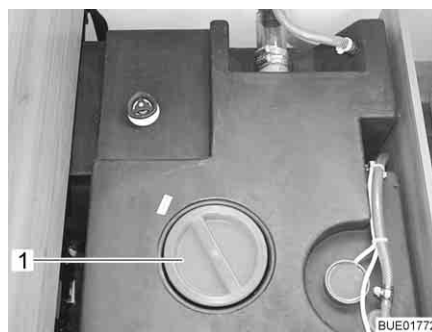
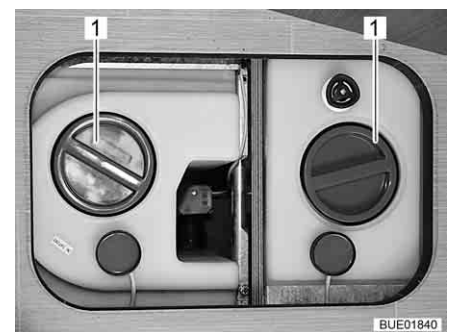

Fig. 258 Depósito de agua con tirador giratorio (Viseo)
Fig. 259 Depósito de agua con tirador giratorio (Elegance)
- Retirar la tapa de cierre (Fig. 258,1 ó bien Fig. 259,1) del depósito de agua.